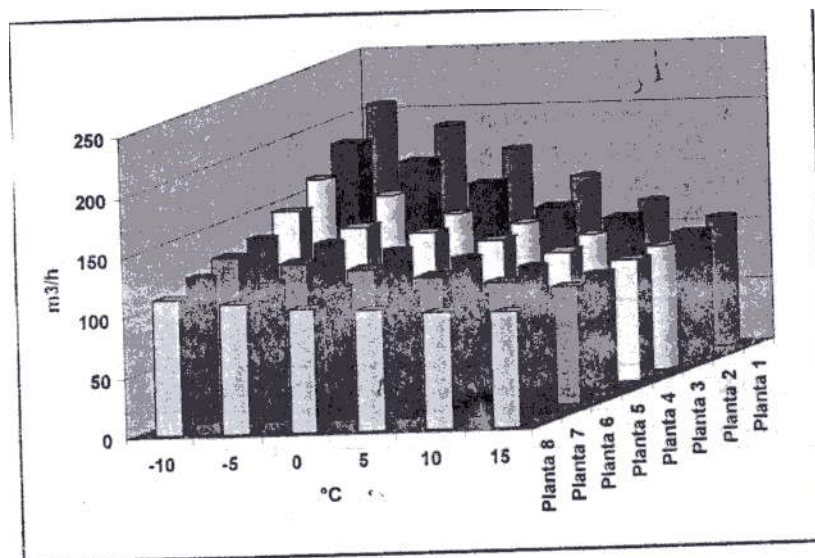

Figura 21. Ventilación natural con viento a 5 m/s
- b. Individuales de 324 cm² (18x18) (ver figura 21)